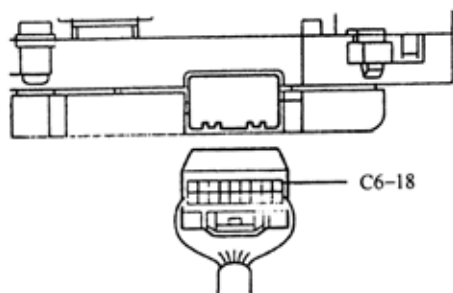
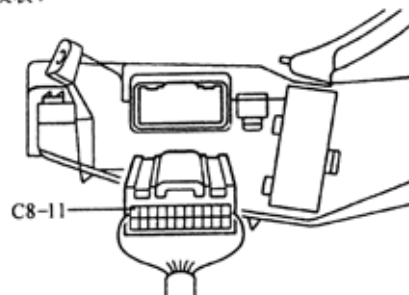

图 9-70
图 9-71
a.从组合仪表总成上断开连接器，测量端子之间电压，如图 9-70、图 9-71 所示。其标准应符合表 9-31 所示要求。